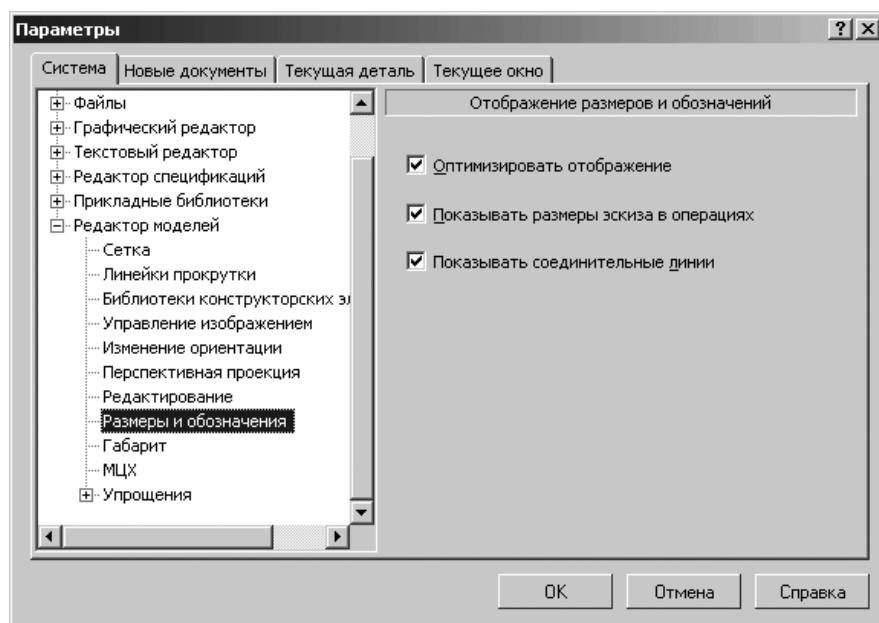

Рис. 9.53. Диалоговое окно **Параметры** с открытой вкладкой **Система** и открытой панелью **Отображение размеров и обозначений**
- щелкните по пункту **Размеры и обозначения**. Откроется в правой части диалогового окна панель **Отображение размеров и обозначений** (рис. 9.53);